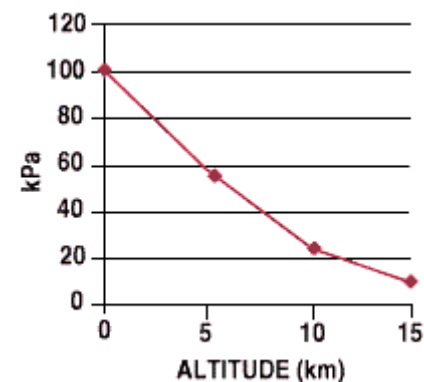

Figura 3a. Compresibilitatea gazelor este ilustrată prin presiunea aerului ca funcție neliniară de altitudine.
Gazele diferă de lichide din două puncte de vedere: sunt foarte compresibile și umplu complet orice vas închis în care sunt plasate. Variația neliniară cu altitudinea a presiunii aerului, arătată în figura 3a este un exemplu al efectului compresibilității gazelor. Sub formă diferențială relația presiunii hidrostatice (2) pentru aer este: